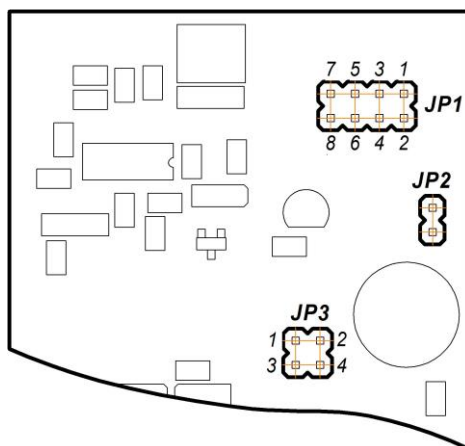

Рисунок 5.2 – Положение перемычек на плате блока БУС-41
5.2.2 Для переналадки блока на другие типы входного сигнала используйте рисунок 5.2 и таблицы 5.2.1 и 5.2.2.